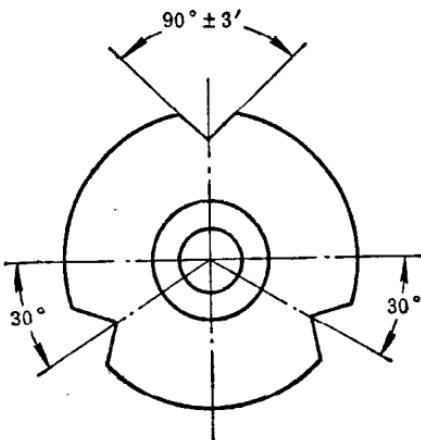

图20 槽的角度尺寸的注法
6. $^\circ$, $'$, $''$ ——表示角度的符号 ($^\circ$ ——表示度, $'$ ——表示分, $''$ ——表示秒), 注在尺寸数字的右上方, 表示角度的大小, 以区别其它的尺寸数字。如图 20, 表示槽的角度是 90 度, 公差为加减 3 分, 以及槽的位置角度。